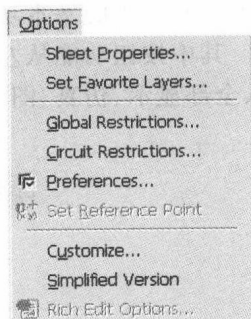

图 1.1.12 Options 菜单
11. Options(配置)菜单,如图 1.1.12 所示。